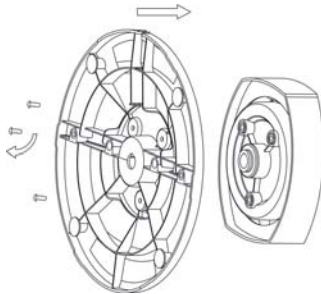

Bild 3
3. Placera skruvhålen i fotens och stommens basdelar mot varandra och spänn de 3 skruvarna (E) (bild 3).